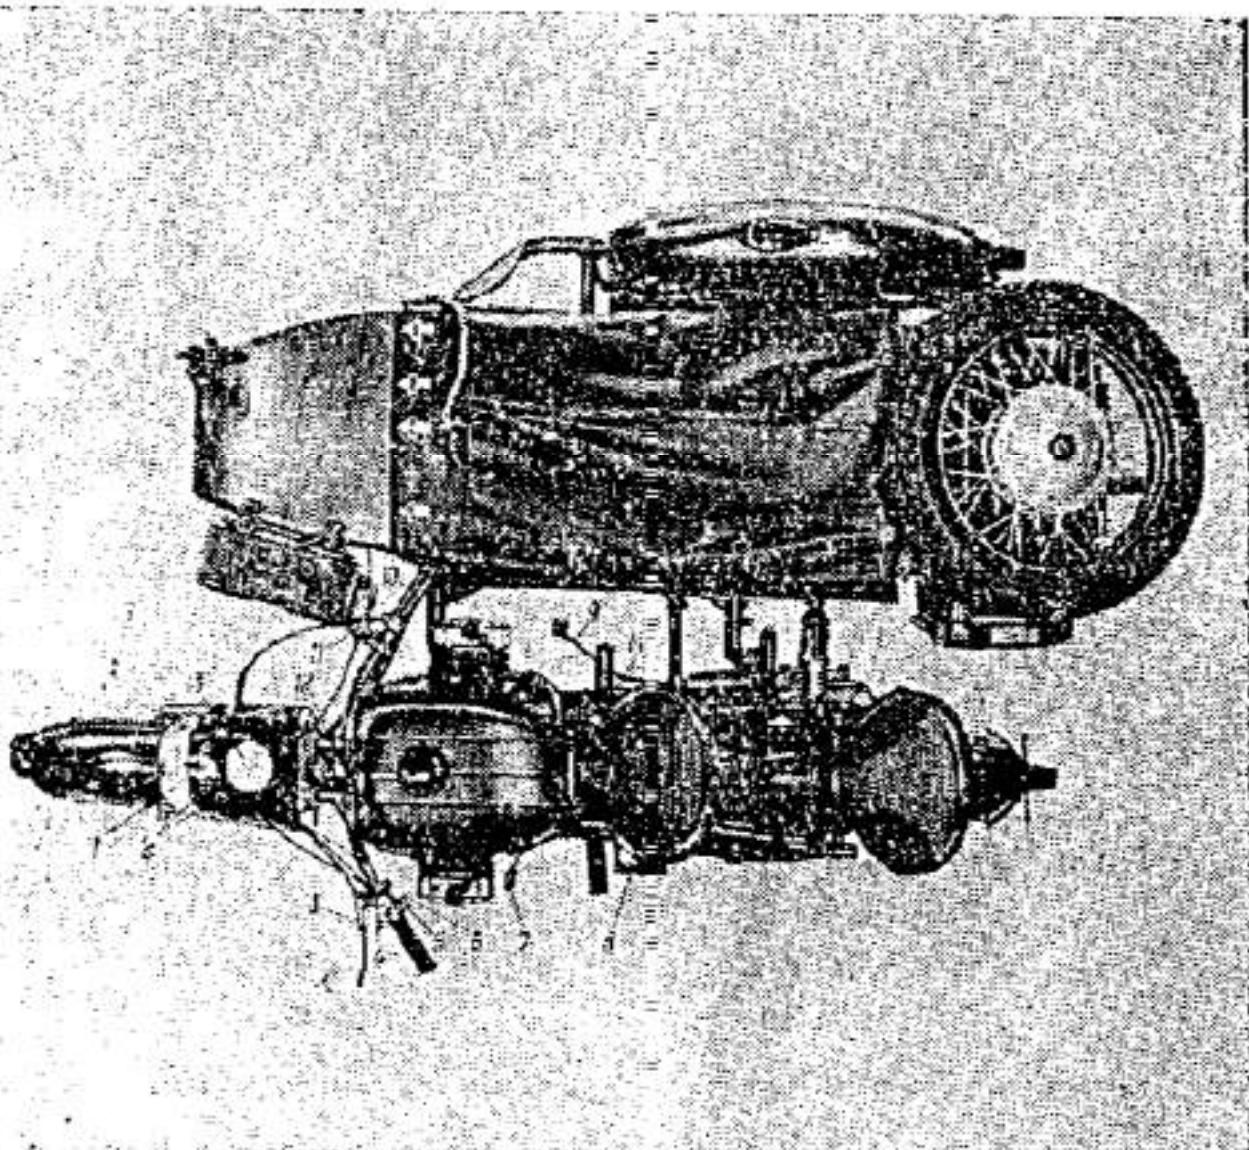
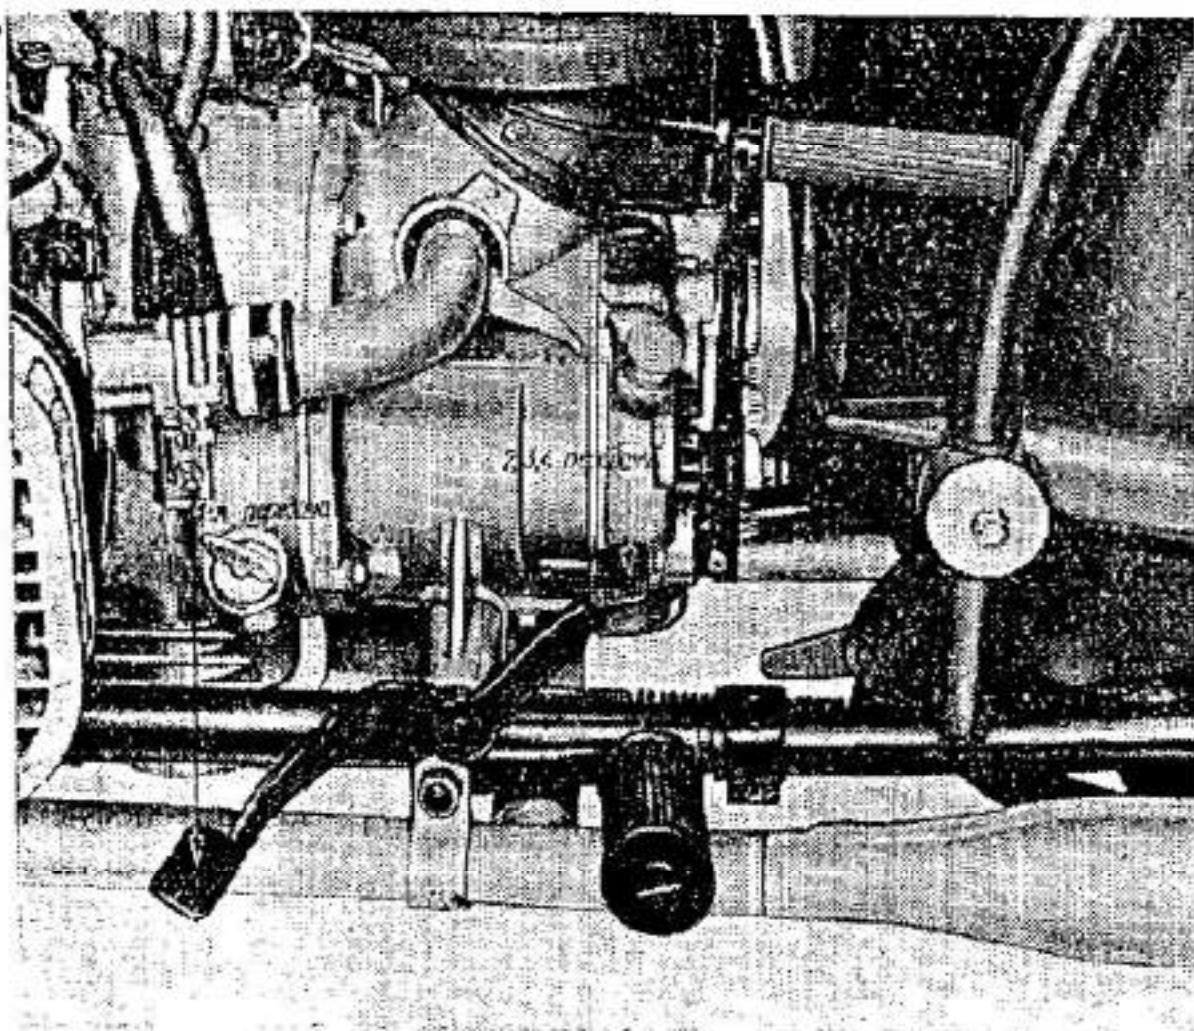

Рис. 2. Органы управления:
Рис. 4. Включение передач
Расположение органов управления показано на рис. 2.
В фару за центральным переключателем вмонтирован спидометр 13 (рис. 2). Он имеет счетчик общего километража пробега и указатель скорости. В стержень рулевой колонки вмонтирован мотозатвор руля 12, который предназначен для уменьшения поперечных колебаний колеса и облегчения управления мотоциклом. Ручаг пускового механизма 8 расположен с левой стороны мотоцикла и служит для запуска двигателя. Педаль ножного переключения 7 находится с левой стороны коробки передач и имеет две опорные площадки. При нажатии педали носком передачи переключаются с высших на низшие, при нажатии пяткой — с низших на высшие (рис. 4). После каждого нажатия педаль автоматически возвращается в исходное положение.
По мере отклонения педали от среднего положения сцепление выключается. Рукоятка 14 (рис. 2) включения передачи заднего хода расположена на коробке передач с правой стороны и имеет два положения: заднее — передача выключена; переднее — передача включена. Педаль ножного тормоза 9 находится с правой стороны рамы мотоцикла. При нажатии на педаль затормаживается заднее колесо, при возвращении педали в первоначальное положение торможение прекращается.
2. Установить основное нейтральное положение (между I и II передачами) механизма переключения передач (рис. 4). При этом, если ключ зажигания вставлен в замок, должна загореться лампа указателя нейтрали, расположенная на фаре. При определенном навыке нейтраль может быть найдена без помощи светового указателя на фаре по характерному щелчуку в коробке передач при выключении I или II передачи.